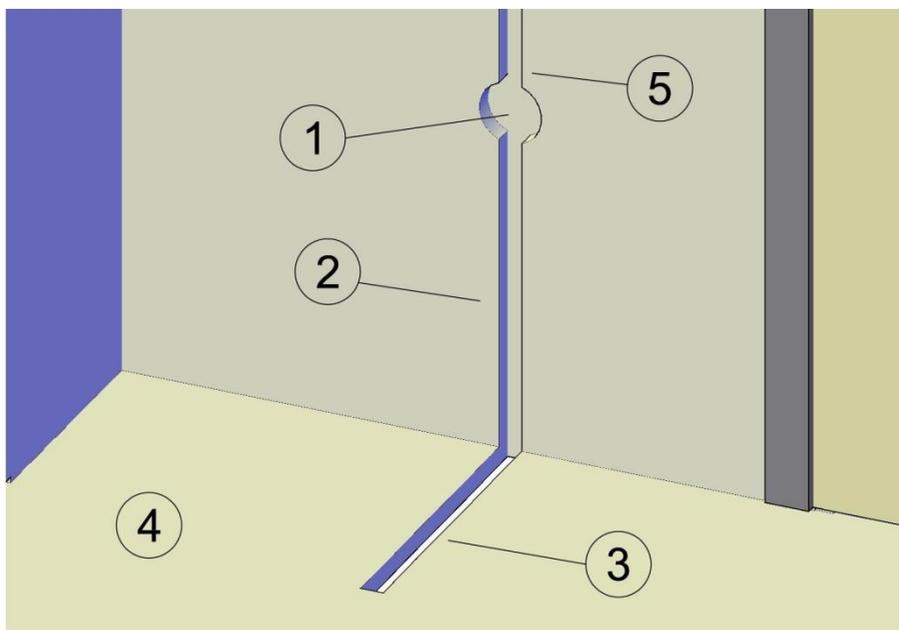

Рисунок 1
1. Определите и подготовьте место для установки терморегулятора (Рис.1. п.1).
От места установки термостата до пола сделайте в стене вертикальную штробу (ширина - 2 см, глубина - 2 см) для размещения гофрированной трубки с датчиком температуры и монтажных (холодных) концов нагревательного мата. (Рис.1. п.2).
Подготовить в полу канаву 20 x 20 мм для датчика температуры с соединительным проводом, который укладывается в гофрированной трубке (Рис.1. п.3).
2. Подготовьте поверхность пола для укладки нагревательного мата (Рис.1. п.4).